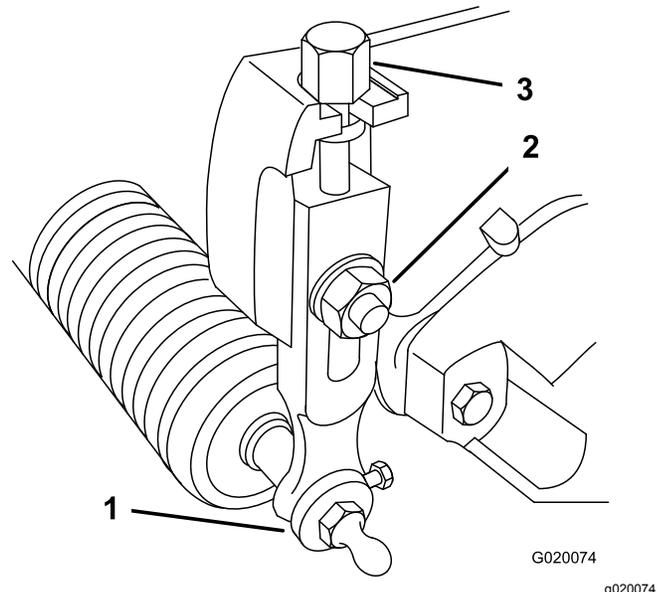

図 18
1. 刈り高アームをカッティングユニットのサイドプレートに固定しているロックナットをゆるめる 図 18。